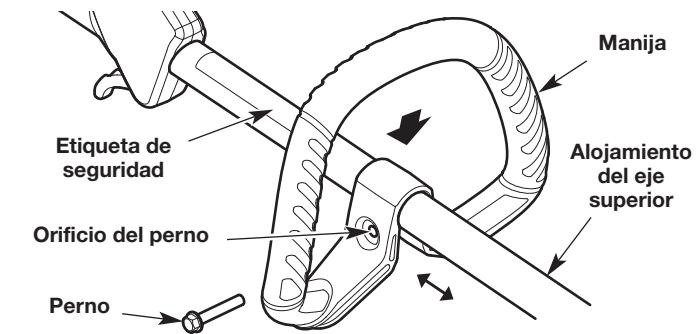

Fig. 6
- Oprima la manija hacia abajo sobre el alojamiento del eje superior (Fig. 6). Asegúrese de que el orificio del perno mire hacia la derecha (Fig. 6).
- Inserte el perno en el orificio del perno y oprímalos para que pase a través de él (Fig. 6). Ajuste el perno con un destornillador de cabeza plana, pero no lo ajuste completamente.
- Mantenga la unidad en la posición de funcionamiento (Fig. 19). Mueva la manija hacia arriba o abajo del alojamiento del eje superior hasta que esté en una posición cómoda (Fig. 6). Compruebe que la manija esté ubicada más allá del extremo de la etiqueta de seguridad (Fig. 6).
- Afloje el perno con un destornillador de cabeza plana (Fig. 6).